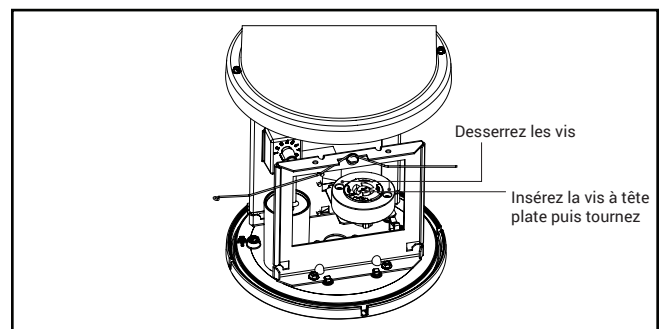

Figure 7.
12. Orientation de l'interrupteur photoélectrique (selon l'équipement – Figure 7).
ORIENTATION DE L'INTERRUPTEUR PHOTOÉLECTRIQUE (SI ÉQUIPÉ) Figure 7